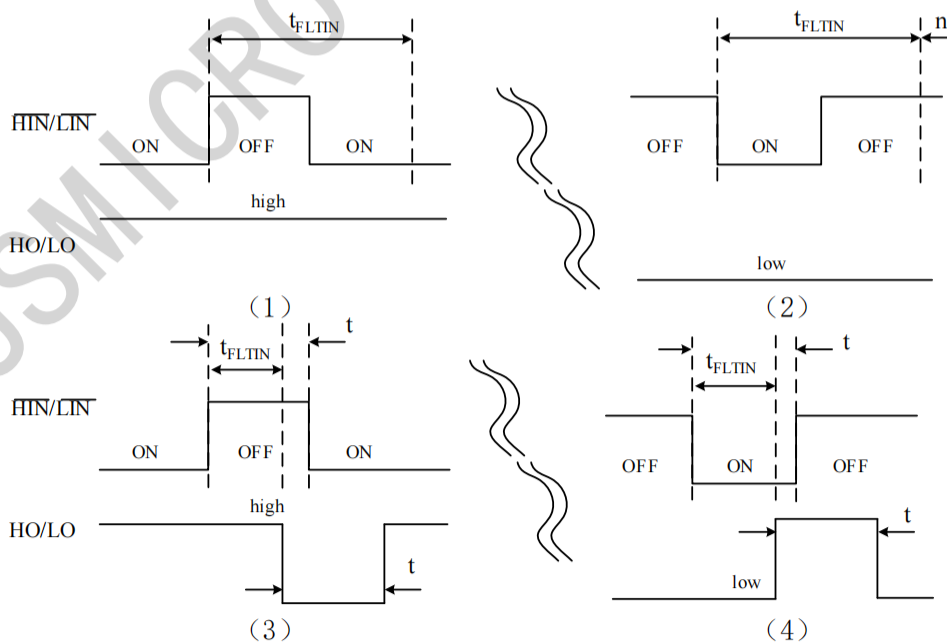

图 7-2 输入滤波波形定义
IR2136STR 包含有三路独立的半桥信号输入端口用于接收来自主控的控制信号, 不互相干扰。每路半桥的高侧与低侧之间有互锁功能, 保证同相位高侧与低侧的输出不会同时为高电平。且高侧与低侧信号之间存在内置的死区时间, 有效避免了输出信号重叠导致的严重故障。信号输入端口采用边沿触发的方式, 因此在触发保护后, 需要给出下一个触发沿信号, 输出才会产生变化。每个信号输入端口均通过一个 40KΩ 的电阻上拉至内部基准 VDD, 浮空时将被置为高电平输入。每个信号输入端口 (包括 EN 使能端口) 均包含有滤波功能, 不会被低于滤波时间的脉冲触发, 当包含滤波功能的端口输入信号发生变化时, 其持续时间小于输入滤波时间, 输出端口均不受到影响产生变化。当输入信号变化持续时间大于输入滤波时间, 输出端口则随输入信号发生改变, 并与其保持同等时间, 如图 7-2 所示:
(1) 当输入正脉冲信号时, 且该脉冲信号宽度小于滤波宽度 ( $t < t_{FLTIN}$ ), 如图 7.2(1)所示。输出信号不发生变
(2) 当输入正脉冲信号时，且该脉冲信号宽度大于滤波宽度 ( $t > t_{FLTIN}$ )，如图 7.2(3) 所示。输出信号发生变化，触发一个持续时间为  $t$  (同输入脉宽时间) 的低电平后恢复高电平；
(3) 当输入负脉冲信号时，且该脉冲信号宽度小于滤波宽度 ( $t < t_{FLTIN}$ )，如图 7.2(2) 所示。输出信号不发生变化，持续为低电平；
(4) 当输入负脉冲信号时，且该脉冲信号宽度大于滤波宽度 ( $t > t_{FLTIN}$ )，如图 7.2(4) 所示。输出信号发生变化，触发一个持续时间为  $t$  (同输入脉宽时间) 的高电平后恢复低电平。